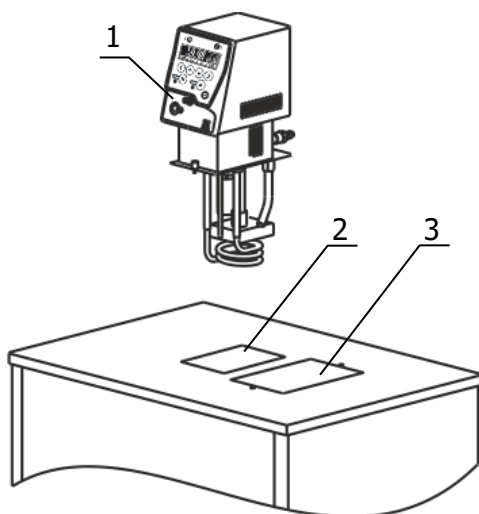
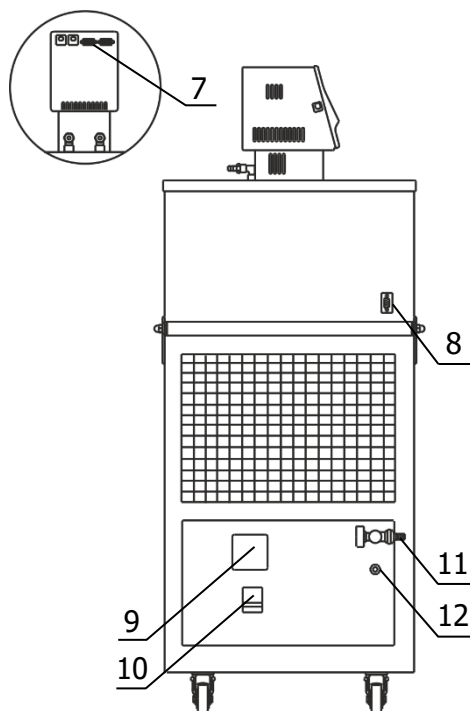

Рисунок 2 — Установка блока регулирования
Рисунок 4 — Боковая панель термостата
2.2.3 Погрузить блок регулирования температуры 1 в отверстие 2 (рисунок 2) и закрепить его винтовыми фиксаторами на крышке термостата.
2.2.4 К переливному штуцеру 12 (рисунок 4) присоединить гибкий шланг, второй конец которого опустить в емкость для сбора излишков теплоносителя объемом 1.5-2 литра.
2.2.5 Заполнить ванну термостата теплоносителем через отверстие над рабочей зоной 3 (рисунок 2) до момента начала слива теплоносителя из переливного штуцера 12 (рисунок 4). Температурный диапазон применения теплоносителя должен соответствовать значениям, указанным в 1.2.6.
2.2.7 Вставить вилку сетевого кабеля блока регулирования в розетку 9 (рисунок 4). Соединить кабелем из комплекта поставки блок регулирования (разъем 7) и холодильную машину (разъем 8). Сетевой кабель термостата подключить к питающей сети. Для этого в лабораторном помещении должна быть установлена электрическая розетка из комплекта поставки термостата.
2.2.8 Автоматический выключатель 10 (рисунок 4) перевести в положение «включено».
2.2.11 Для заполнения соединительных шлангов и устранения воздушных пробок при первом запуске термостата, необходимо включить блок регулирования в режиме прокачки. При работе циркуляционного насоса уровень теплоносителя во внутренней ванне понизится, что может привести к срабатыванию защиты от недостаточного уровня теплоносителя. Доливать теплоноситель следует до тех пор, пока он не начнет переливаться через штуцер 12 (рисунок 4).
2.3.3 При работе термостата на температурах, близких к нижней границе диапазона регулирования необходимо доливать теплоноситель до момента слива его из переливного штуцера 12 (рисунок 4) при охлаждении термостата на каждые 10 °С.
- на короткое время перевести автоматический выключатель 10 (рисунок 4) в положение «выключено»;
2.4.4 Перед повторным запуском холодильной машины после наступления аварийной ситуации необходимо отключить питание термостата, для этого перевести автоматический выключатель 10 (рисунок 4) в положение «выключено».
2.5.2 Надеть сливной шланг из комплекта поставки на кран 11 (рисунок 4) и закрепить его хомутом. Свободный конец шланга опустить в емкость для сбора теплоносителя объемом, превышающим объем термостата.